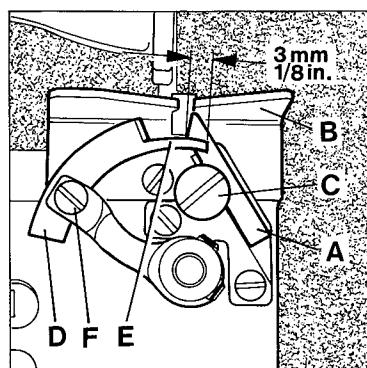

Fig.11
Set the fixed knife (A, Fig.11) so that its tip sits close to the underside of the throat plate (B). For adjustment loosen screw (C) and move knife up or down in its holder as required. Retighten screw.
Set the moving knife (D, Fig.11) so that it just clears below the throat plate underside on its entire arc of travel. In the most open position of the knives the pilot (E) should overlap the fixed knife by 3 mm (1/8 inch). In cutting position of the knives the cutting edge of the moving knife should overlap the cutting edge of the fixed knife at least 1 mm (3/64 inch). For adjusting moving knife loosen screw (F) and set knife as required. Retighten screw.
Stellen Sie das feststehende Messer (A, Fig.11) so, daß seine Spitze an der Stichplattenunterseite (B) anliegt. Zum Einstellen lösen Sie die Schraube (C) und schieben das Messer im Halter nach Bedarf nach oben oder unten. Ziehen Sie die Schraube wieder an.
Stellen Sie das bewegliche Messer (D, Fig.11) so, daß es innerhalb seiner Schwing-Bewegung unter der Stichplattenunterseite gerade freigeht. Der Führungszapfen (E) soll, in der am weitesten geöffneten Stellung der Messer, das feststehende Messer 3 mm überlappen. In Schneidstellung der Messer muß die Schneide des beweglichen Messers die Schneide des feststehenden Messers mindestens 1 mm überlappen.